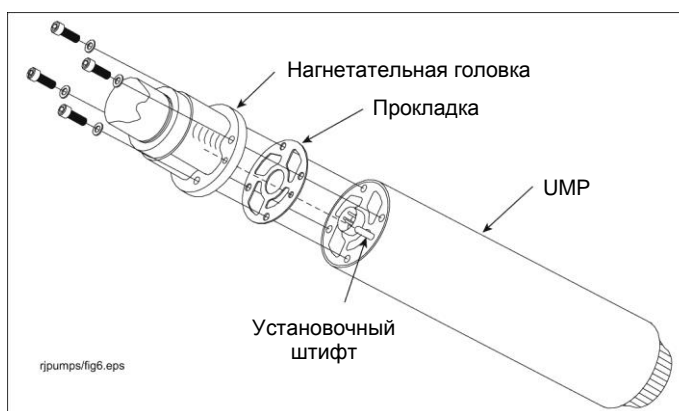

Рисунок 27. Болты и прокладка UMP
6. Отвернув четыре болта крепления нагнетательной головки (см. рисунок 27), снимите использованный UMP. Выбросьте старую прокладку и крепления.
6. Отвернув четыре болта крепления нагнетательной головки (см. рисунок 27 на стр. 36), снимите использованный UMP. Выбросьте старую прокладку и крепления.